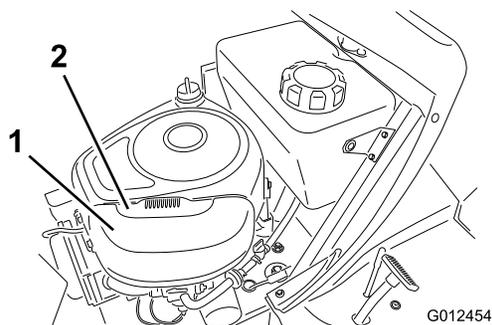

Bild 22
2. Ziehen Sie den Griff an der Luftfilterabdeckung hoch und drehen Sie ihn in Richtung des Motors (Bild 22).